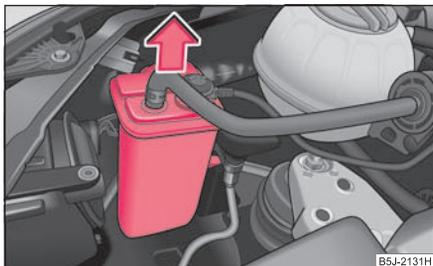

Abb. 208 Aktivkohlebehälter herausnehmen
- Nehmen Sie bei einem Fahrzeug mit Benzinmotor vor dem Lampenwechsel im rechten vorderen Scheinwerfer den Aktivkohlebehälter heraus ⇒ Abb. 208.